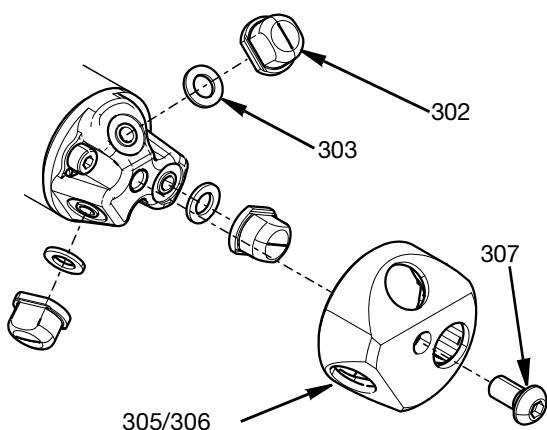

FIG. 9
- a. Rimuovere il cappuccio porta-ugelli (305/306) con gli ugelli collegati (302) rimuovendo la vite con testa tonda M6 (307).
- b. La guarnizione dell'ugello (303) può essere rimossa. Vedere FIG. 9.